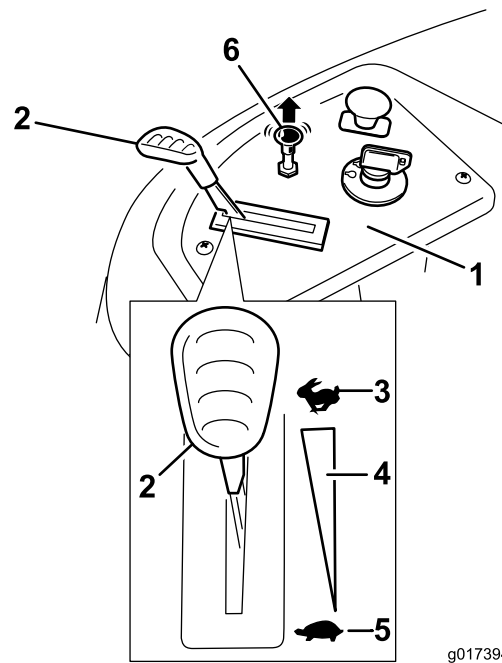

Figure 13
3. Tirez la commande de starter pour démarrer un moteur à froid (Figure 13).
2. Placez la commande d'accélérateur à la position haut régime (Figure 13).